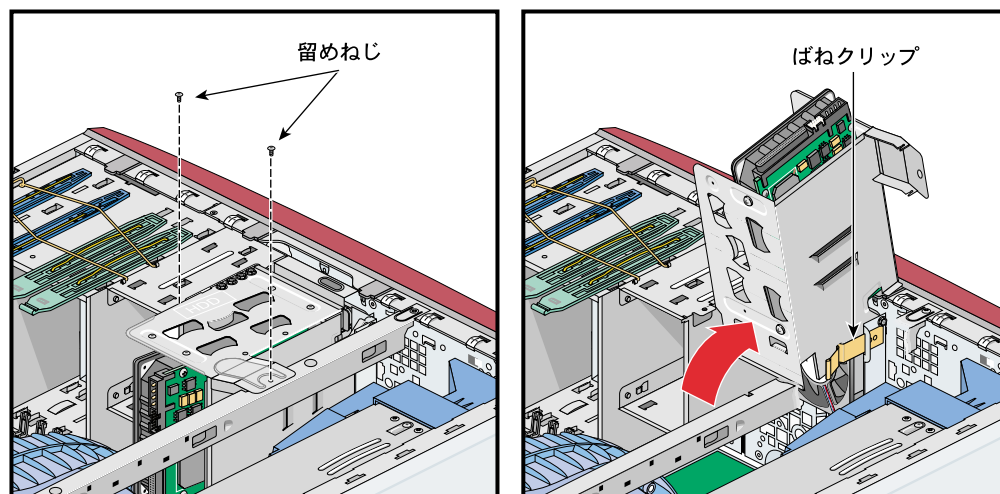

図 4-32 下段ドライブ・ケージを開く
2. ドライブ・ケージをシャーシに固定している 2 本のねじを取外します。続いて、所定の位置にロックされるまで、ドライブ・ケージを上回転させて筐体の外に出します。図 4-32 を参照してください。